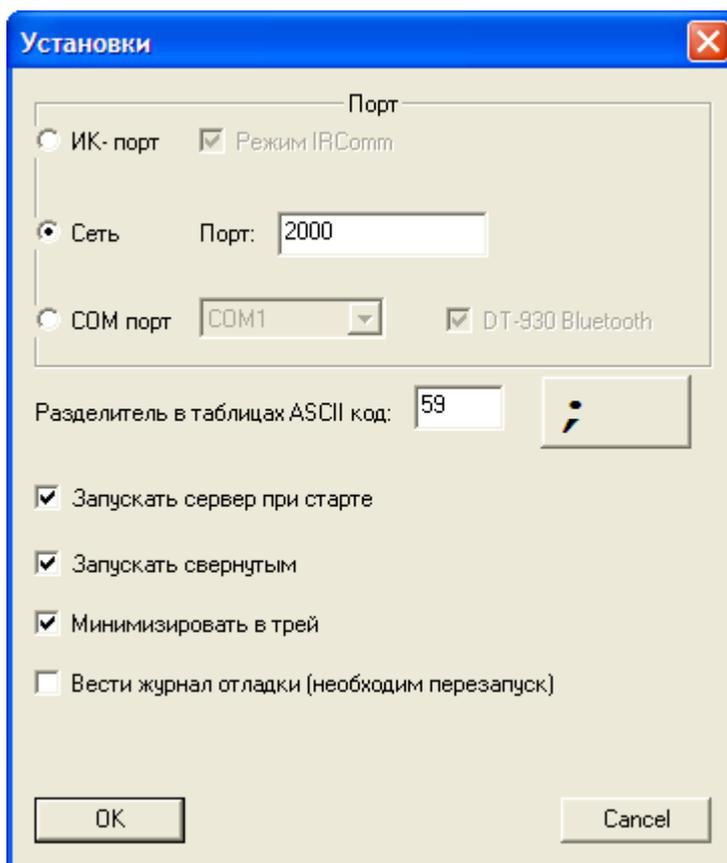

Рис.29 Установки IRServer для работы через USB подставку
- 3) В окне **Установки** (рис. 29) установить параметры, как показано на рисунке: